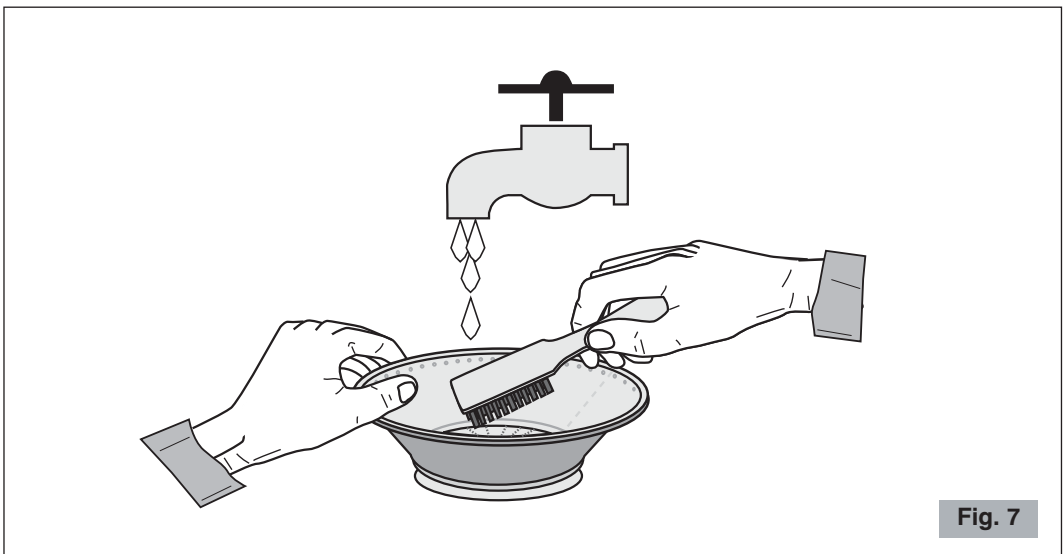

Fig. 7
- Para obtener un rendimiento superior de zumo controlar siempre que el filtro haya sido limpiado cuidadosamente utilizando un cepillo de nylon. Utilizando este cepillo, mantener el filtro bajo el grifo y cepillar la parte interna del tamiz (véase Fig. 7), después controlar en contraluz que no haya agujeros obstruidos en el tamiz. Si hubiera agujeros obstruidos, inmergir el filtro en una solución de agua caliente con el 12% de zumo de limón o vinagre para que se liberen los agujeros. En alternativa lavar el filtro en el lavavajillas.
Pulpa expulsada muy mojada e inferior cantidad de zumo extraído.	<ul style="list-style-type: none"> <li>• Probar licuar más lentamente apretando la fruta con menor fuerza.</li> <li>• Asegurarse siempre que el filtro haya sido limpiado cuidadosamente utilizando un cepillo de nylon. Utilizando este cepillo, mantener el filtro debajo del grifo y cepillar la parte interna del tamiz (véase Fig. 7), después controlar en contraluz que no haya agujeros del tamiz obstruidos. Si hubiera agujeros obstruidos, inmergir el filtro en una solución de agua caliente con el 12% de zumo de limón o vinagre para que se liberen los agujeros. Como alternativa lavar el filtro en lavavajillas.</li> <li>• Fruta demasiado madura.</li> </ul>